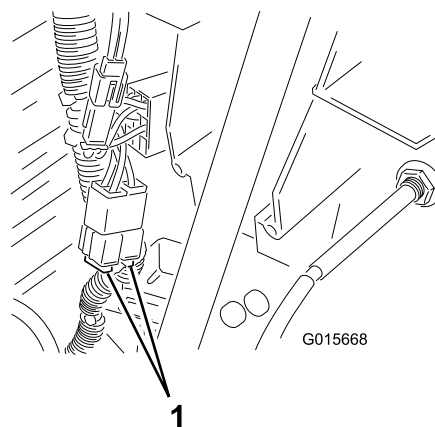

Figure 27
1. Soulevez le capot et repérez le fusible sous le réservoir à carburant (Figure 27).